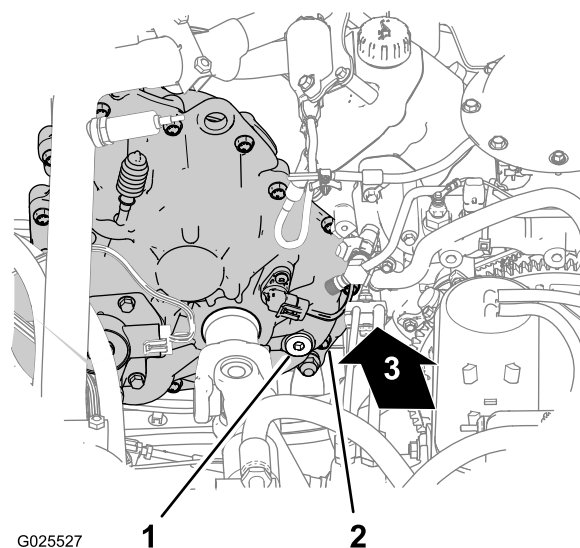
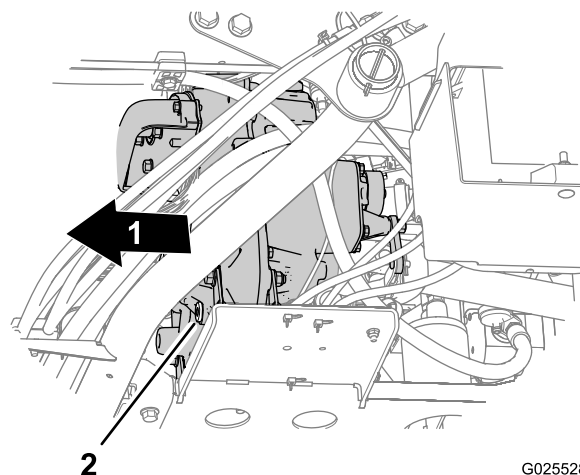

Рисунок 66
Рисунок 67
2. Найдите пробку заливного отверстия в задней внутренней части картера коробки передач и найдите пробку сливного отверстия на передней наружной стороне коробки передач (Рисунок 66 и Рисунок 67).
3. Поверните против часовой стрелки пробку заливного отверстия и снимите ее с коробки передач (Рисунок 66).
4. Подставьте сливной поддон под пробку сливного отверстия (Рисунок 67).
5. Поверните против часовой стрелки пробку сливного отверстия и снимите ее с коробки передач (Рисунок 67).
6. Установите пробку сливного отверстия (Рисунок 67).
7. Залейте 700 мл трансмиссионной жидкости Dexron VI в коробку передач через заливное отверстие (Рисунок 66).
8. Установите пробку заливного отверстия (Рисунок 66).